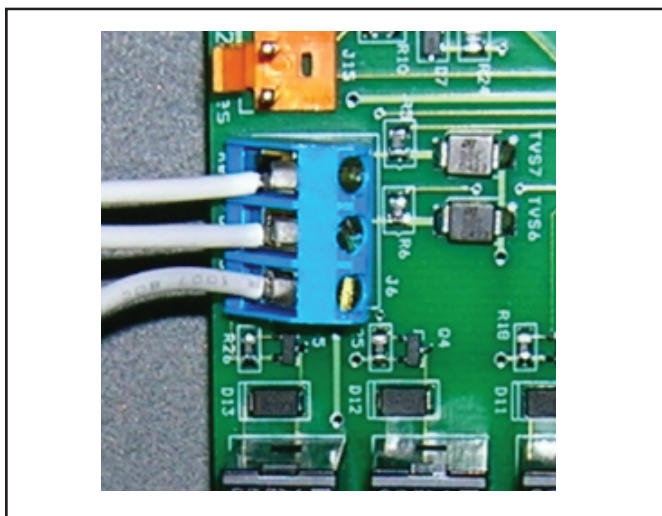

Figura 15a. Conexión Pool-Off-Spa Remota (Conexión de 3 Cables)
4. Conecte el cableado desde el sistema de control piscina/spa hasta la terminal de control remota de la bomba de calor (véase Figura 15a).